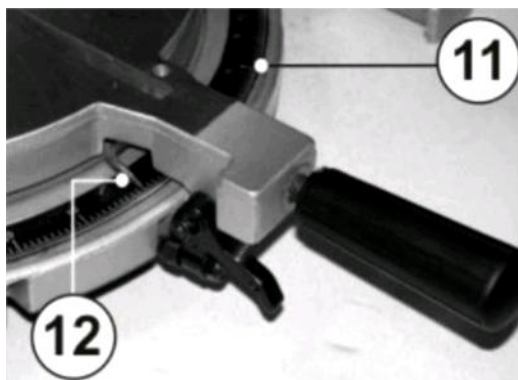

Рис.9
- Указатель (12) (См. Рис.9) показывает фактический угол пиления. Цена деления (14) 1/2 градуса.